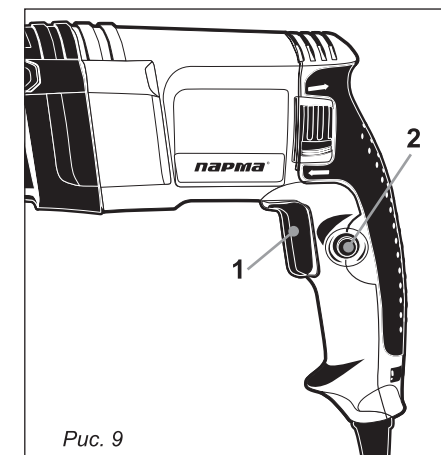

Рис. 9
6.5. Кнопка фиксации выключателя (рис. 9)